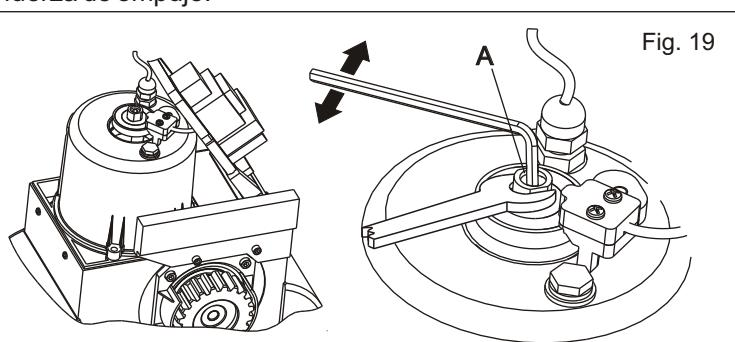

Fig. 19
- Obrar sobre el tornillo "A" (Fig. 19) en la siguiente manera: